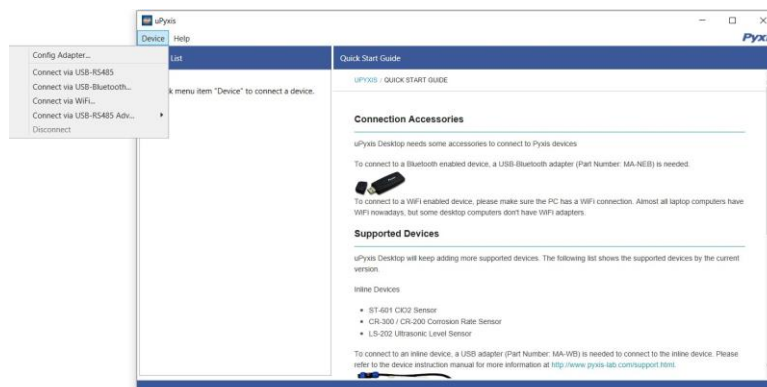

Figura 14.
3. En la aplicación de escritorio **uPyxis®**, haga clic en Dispositivo **Conectar vía USB-Bluetooth** o **Conectar vía USB-RS485** (Figura 14).
4. Si la conexión es satisfactoria, la serie ST-730 y su número de serie (SN) aparecerán en el panel izquierdo de la ventana de **uPyxis®**.